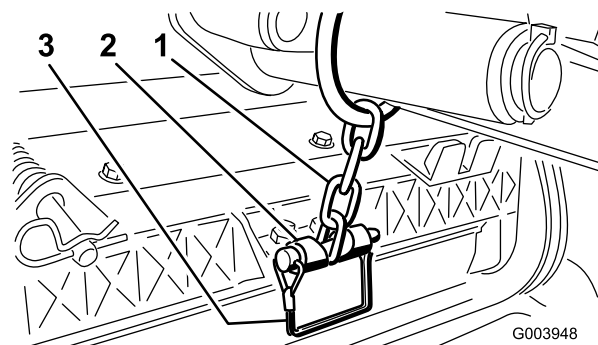

図 9
11. スナッパピンで、昇降アームのチェーンをチェーンブラケットに固定する [図 9]。